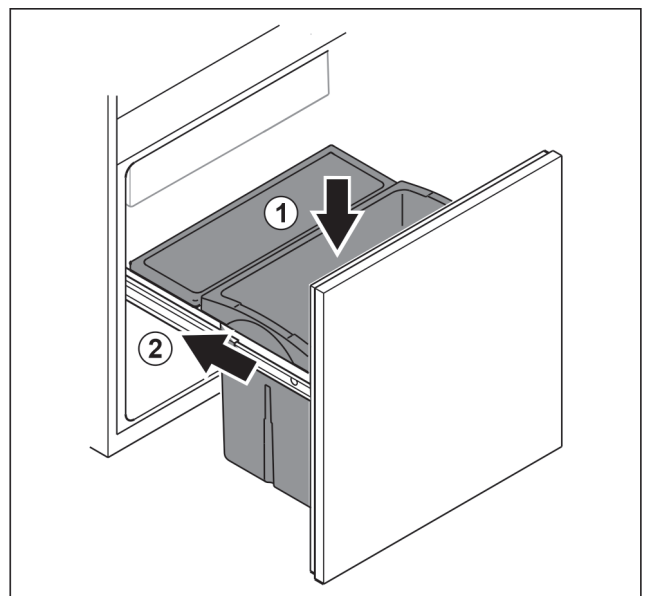

Fig. 101
- ▶ Insérer le tiroir par le haut. *Fig. 101 (1)*
- ▶ Introduire le chariot coulissant. *Fig. 101 (2)*